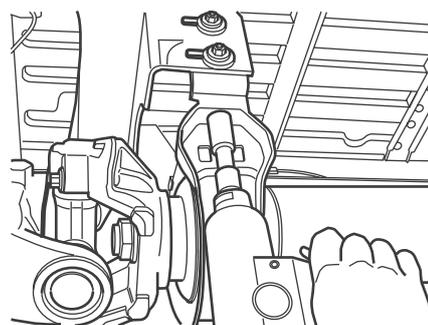

Figura 9.4
2. Remova os parafusos do suporte do rolamento de centro. Figura 9.4.